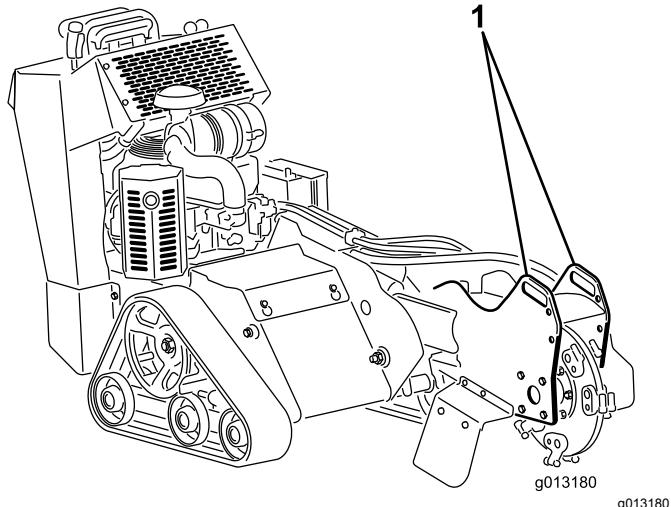
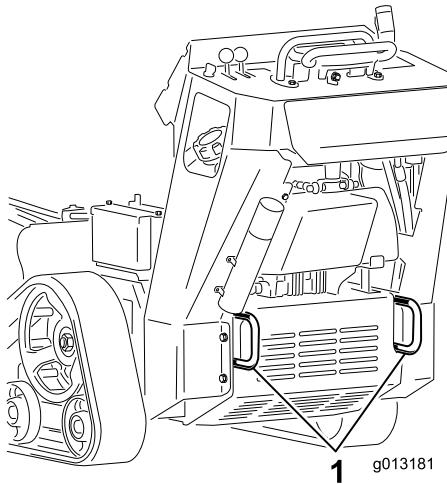

Figura 19
Figura 20
3. Fixe a máquina a um atrelado com correias ou cintas utilizando os pontos de fixação/elevação na parte da frente e de trás da máquina (Figura 19 e Figura 20). Consulte os regulamentos locais relativamente a requisitos de atrelado e pontos de fixação.
Pode levantar a máquina utilizando os pontos de fixação como pontos de elevação (Figura 19 e Figura 20).